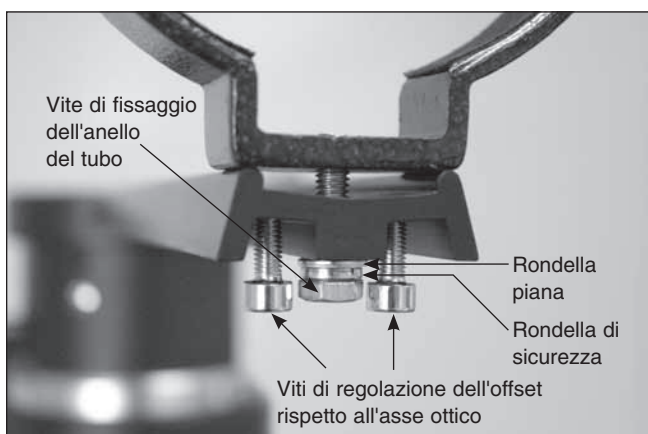

Figura 6. Piastra di montaggio dell'anello del tubo, o barra di montaggio a coda di rondine, mostrata con anello del tubo (venduto separatamente) collegato.
1. Se si utilizza la barra di montaggio a coda di rondine inclusa, fissare gli anelli del tubo alla barra con le viti fornite insieme agli anelli del tubo. Le viti devono passare attraverso i fori centrali alle estremità della barra di montaggio e negli anelli del tubo. Notare che il lato della barra di montaggio con la scanalatura centrale deve essere rivolto verso l'alto (**Figura 6**). Utilizzare una piccola chiave per fissare gli anelli del tubo alla barra di montaggio.
Nota: la barra di montaggio dell'anello del tubo ha quattro viti di regolazione dell'offset rispetto all'asse ottico posizionate a ciascun angolo della piastra di montaggio. Le viti devono essere orientate in modo che la barra filettata si estenda verso l'alto attraverso la parte superiore della barra di montaggio dell'anello del tubo. Se la barra di montaggio arriva con le viti di regolazione dell'offset rispetto all'asse ottico installate al contrario, invertirne l'orientamento come mostrato in Figura 6 prima di procedere. Per il momento, accertarsi che tutte le quattro viti di regolazione siano sufficientemente svitate in modo che le estremità dei segmenti filettati siano a filo con la parte superiore della barra di montaggio.